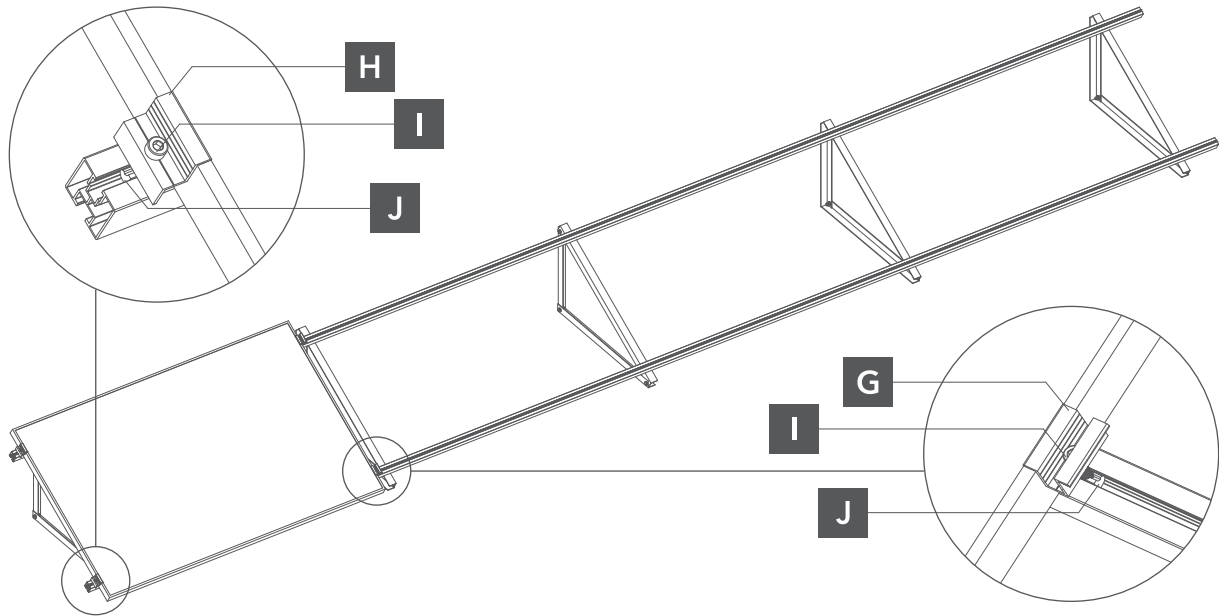

Abb. 4. Befestigung des Moduls an der Montageschiene
**3** Wir legen das erste, äußerste Photovoltaik-Modul auf die Montageschienen und befestigen es mit den Endklemmen. Die Endklemmen werden mit Innensechskantschrauben M8 und M8-Sicherungssteinen festgezogen. Dann montieren wir die mittleren Klemmen, ohne sie festzuziehen. Nachdem die nächsten Module installiert wurden, können die mittleren Klemmen festgezogen werden. Dieser Vorgang sollte wiederholt werden, bis alle Module in einer Reihe montiert sind (Abb. 4).